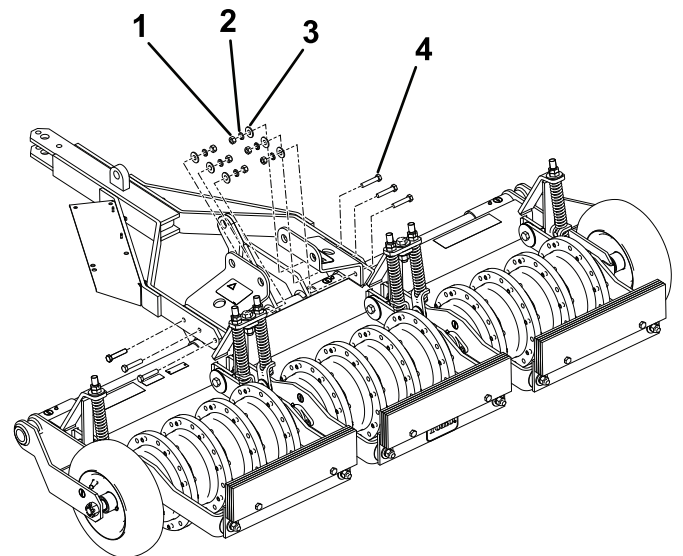

Figure 7
4. Fixez le timon et les supports à l'aide des fixations, comme montré à la Figure 7, et serrez les écrous à un couple de 54 à 74 N·m (67 à 83 pi-lb).